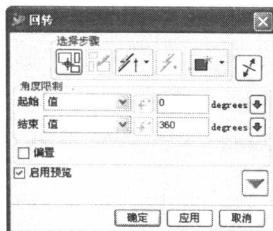
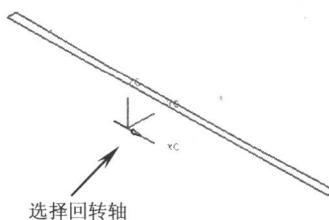
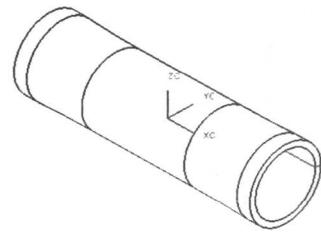

图1-4
图1-5
图1-6
4. 选择前两步绘制的草图轮廓，在【成形特征】工具条中单击【回转】 按钮，弹出【回转】对话框。在【结束】输入框中输入“360”，如图 1-4 所示。单击 **MB2**，然后选择图 1-5 所示的回转轴，最后单击 **确定** 按钮创建回转特征，结果如图 1-6 所示。